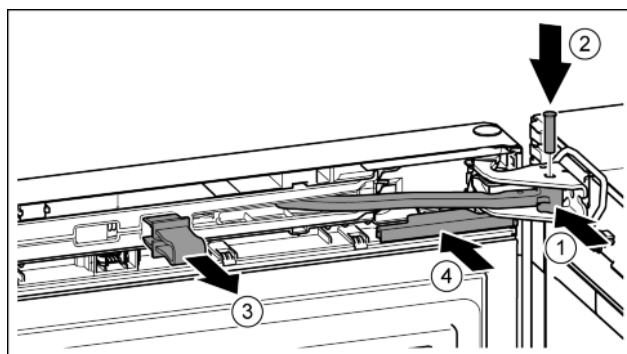

Fig. 25
- ▶ Scharnier in lagerbus draaien. Fig. 25 (1)
- ▶ Bout in de lagerbus en het scharnier aanbrengen. Opletten dat hierbij de vergrendelnok correct in de groef zit. Fig. 25 (2)
- ▶ Borging verwijderen. Fig. 25 (3)
- ▶ Afdekking erop schuiven. Fig. 25 (4)